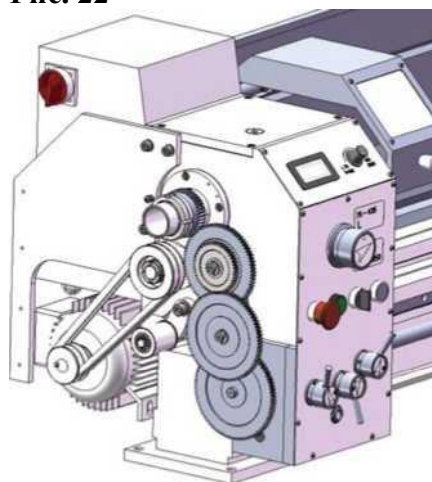

Рис. 23
3. Ослабьте фиксирующий винт (С, Рис. 23) на переключателе скоростей.
4. Поверните переключатель (D, Рис. 23) вправо.
5. Выверните болт (Е, Рис. 23) из ходового винта или болты с квадратными головками (F, Рис. 23) из болтов переключателя скоростей, чтобы демонтировать сменные шестерни.